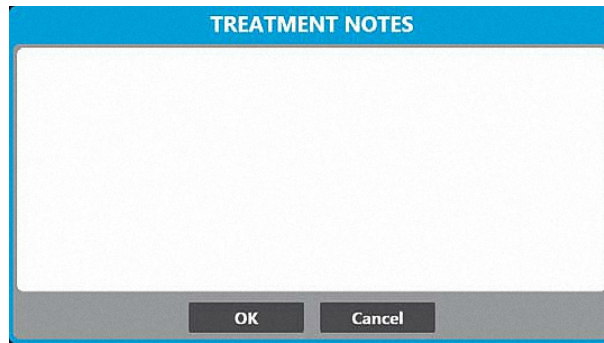

Figura 13. Janela de notas de tratamento
- Prima o botão **Treatment Notes** (Notas de tratamento) no ecrã de Therapy (Terapia) para adicionar observações e outras informações relevantes ao ficheiro de tratamento (Figura 13).